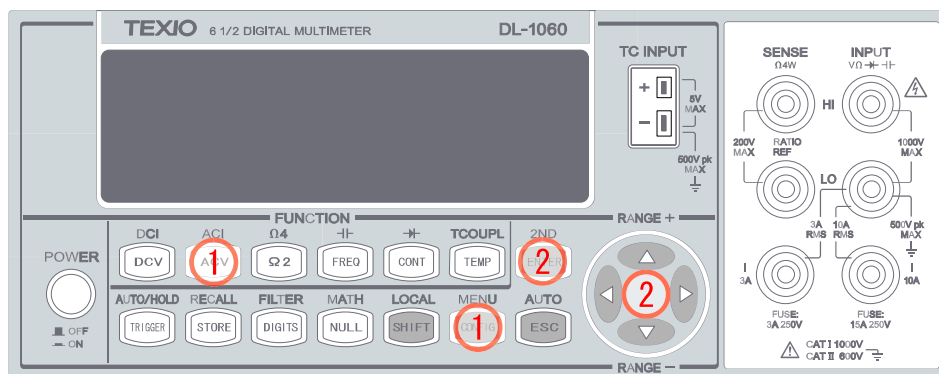

図 3-2
- ① ACV ボタンを押し、次に CONFIG ボタンを押します。
- ② $\leftarrow \rightarrow$ ボタンで、"BAND WIDTH"を選択し ENTER を押します。3Hz、20Hz、200Hz の中から選択し ENTER を押します。これらの操作は図 3-2 に示します。